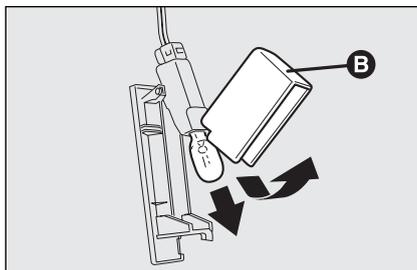

fig. 53
- ouvrir la protection **B**-fig. 53 et remplacer l'ampoule appliquée à pression;